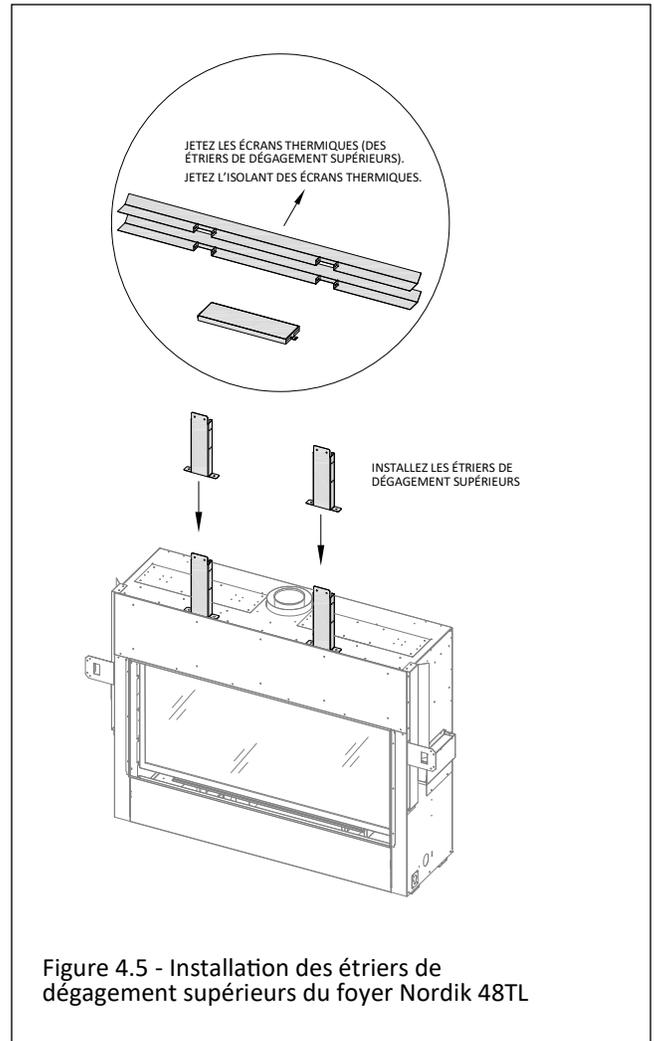

Figure 4.5 - Installation des étriers de dégagement supérieurs du foyer Nordik 48TL
7. Installez les étriers de dégagement supérieurs. Voir Figure 4.5.
8. Jetez les (2) écrans thermiques (des étriers de dégagement supérieurs). Jetez aussi l'isolant des écrans thermiques.